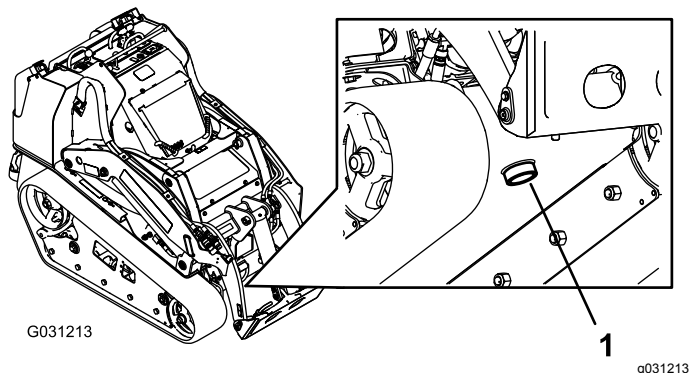

図 68
7. 機体前部の下に、オイルを受ける大きな容器57リットル以上を置く 図 68。
8. ドレンプラグを抜き取り、排出されるオイルを容器に回収する 図 68。